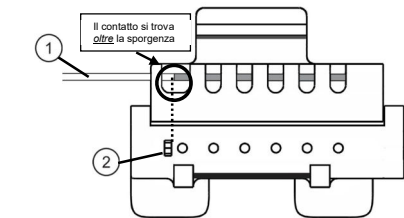

Figura 2. Coda dell'elettrodo completamente inserita nel blocco con i contatti allineati
3. Immediatamente dopo il completamento del posizionamento dell'elettrodo, i contatti della coda (1) devono essere collegati al cavo tramite il blocco connettori. Inserire con cautela la coda dell'elettrodo (1) nel blocco connettori e assicurarsi che i contatti sulla coda dell'elettrodo siano allineati con i pin nel blocco di connessione. Vedere la **Figura 2** per l'allineamento corretto.
- 3.1. Assicurarsi che la coda dell'elettrodo (1) sia inserita completamente controllando che l'ultimo contatto inserito sia oltre la sporgenza (2) sulla superficie di accoppiamento (vedere la Figura 2).